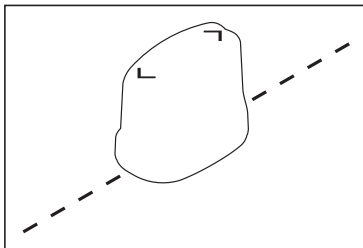

Fig. 25: Alignement du générateur par rapport à la conduite pour l'injection indirecte
1. Placez le générateur avec l'axe longitudinal parallèle à la conduite à localiser, au-dessus de cette dernière (fig. 25).